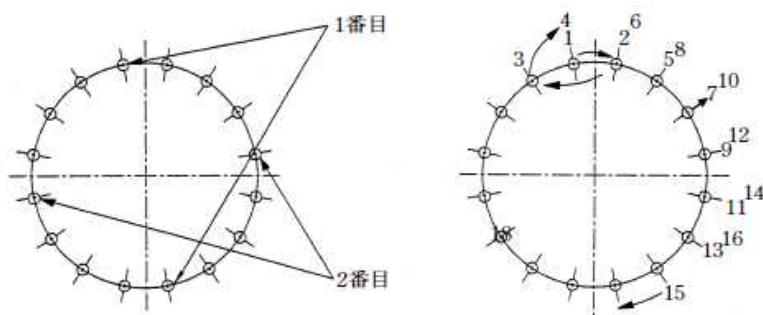

図 4-18 仮締め（左図）及び追い締め付け（右図）
- (1) フランジ面、ボルト・ナット及びガスケットをきれいに清掃し異物をかみ込まないようにすること。
- (2) ガスケットパッキン (RFパッキン・全面パッキン) は管芯をよく合わせ、ずれが生じないようにシアノアクリレート系接着剤等で仮止めすること。なお、使用する接着剤の種類については、十分留意すること。
- (3) 全周均等にボルトを取り付け、相互のフランジを合わせること。この時、ガスケット面を傷つけないようにあて木などを用いること。
- (4) ガスケットの位置、ボルト穴に留意しながら図4-18のように仮締めし、1本おきに往復しながら順次全周を数回にわたり、表4-12に規定するトルクで締め
- (1) フランジ面、ガスケット溝、ボルト・ナット及びガスケットをきれいに清掃し、異物や塗料の塗りだまりを除去すること。
- (2) ガスケット溝に GF 形ガスケット 1 号を装着し、外れやすい場合はシアノアクリレート系接着剤等を用いて 4 から 6 等分点に点付けし仮止めすること。なお、使用する接着剤の種類については、十分留意すること。
- (3) 全周均等にボルトを取り付け、GF 形フランジと RF 形フランジを合わせること。この時、ガスケットがよじれないようにまっすぐに合わせること。
- (4) ガスケットの位置、ボルト穴に留意しながら図 4-18 のように仮締めし、1 本おきに往復しながら順次全周を数回にわたり両方のフランジ面が全周にわたり確實に接触するまで締め付けること。
(5) 継手外側から円周 4箇所、等間隔の位置に隙間ゲージを差し込んでフランジ面間の隙間を確認すること。この場合、フランジ面間には 1mm 厚の隙間ゲージが入ってはならない。またガスケットがフランジ面間にかみ込んでいる場合は、継手を解体し、ガスケットを新品に交換して再度接合すること。さらにすべてのボルトが 60N・m 以上のトルクがあることを確認すること。